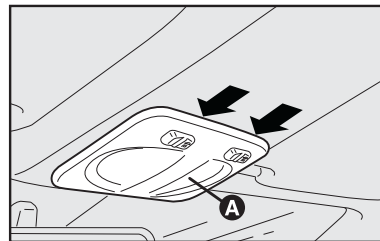
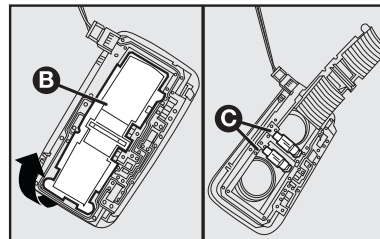

fig. 30
fig. 31
CONSOLA DE TECHO fig. 30 y fig. 31
- actúe en los puntos indicados por las flechas y quite el plafón **A-fig. 30**;
- abra la tapa de protección **B-fig. 31**;
- sustituya la lámpara **C-fig. 31**, desvinculándola del porta lámpara y cerciorándose de que las nuevas lámparas estén correctamente bloqueadas entre los contactos;
- cierre la tapa **B-fig. 31** y fije el plafón **A-fig. 30** en el mismo alojamiento, comprobando el bloqueo.